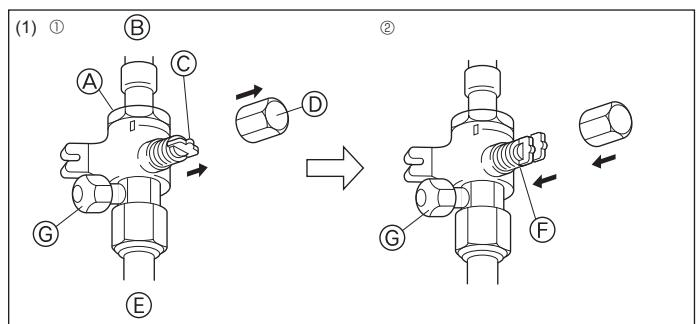
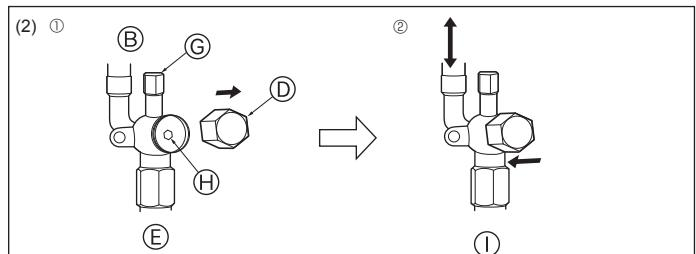

Fig. 4-12
Fig. 4-13
(1) Сторона с газом (Fig. 4-12)
- ① Снимите колпачок, потяните ручку на себя и поверните на 1/4 оборота против часовой стрелки для открытия.
- ② Убедитесь в том, что запорный кран полностью открыт, надавите на ручку и поверните колпачок в первоначальное положение.
(2) Сторона с жидкостью (Fig. 4-13)
- ① Снимите колпачок и поверните шток золотника против часовой стрелки до упора, используя для этой цели 4 мм шестиугольный гаечный ключ. Прекратите поворачивать шток в момент, когда тот достигнет стопора.